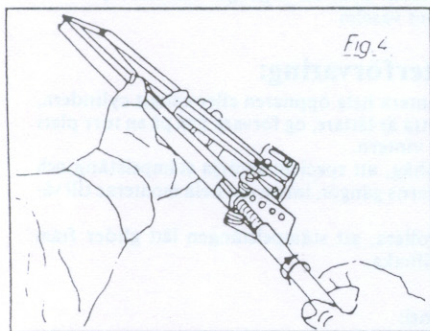

Fig. 4
4. Skruva ihop cylindern (1) med cylinderupphänget (2). Se fig. 4.